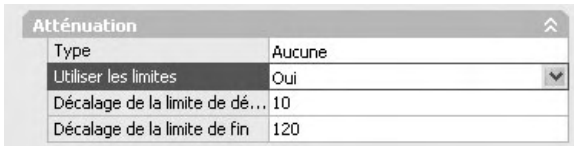

Fig.14.33
- 5 Dans la section **Atténuation** (Attenuation), sélectionnez **Oui** (Yes) pour le champ **Utiliser les limites** (Use Limits) et entrez les valeurs 10 et 120 pour les limites de décalage de début et de fin (fig.14.33).